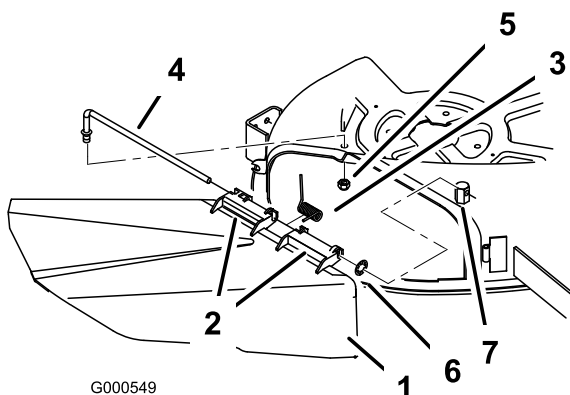

Figure 51
1. Repérez les éléments illustrés (Figure 51).
2. Retirez l'écrou (3/8 pouce) de la tige, sous le plateau de coupe (Figure 51).
du ressort et du déflecteur d'herbe (Figure 51). Enlevez le déflecteur s'il est endommagé ou usé.
4. Reposez le déflecteur d'herbe et la rondelle-frein intérieure (Figure 51).
6. Placez le ressort sur la tige, les fils d'extrémité dirigés vers le bas, entre les supports du déflecteur d'herbe. Insérez la tige dans le deuxième support du déflecteur d'herbe et la rondelle-frein intérieure (Figure 51).
7. Insérez la tige à l'avant du déflecteur dans la courte cheville de positionnement sur le plateau. Fixez l'extrémité arrière de la tige dans le plateau de coupe à l'aide d'un écrou (3/8 pouce) (Figure 51).